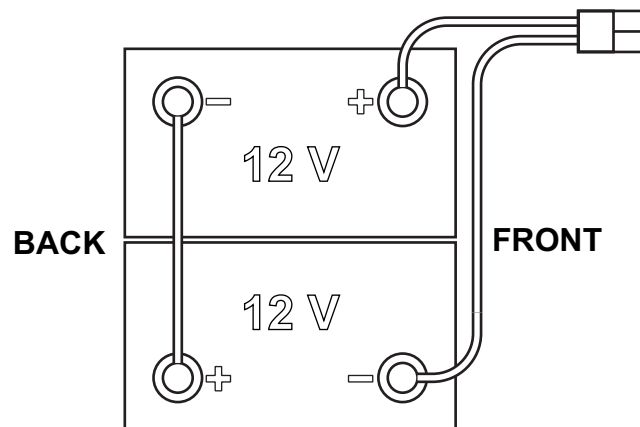

Figura 1
A máquina requer 2 baterias de 12 V, ligadas conforme o diagrama indicado na Figura 1.
1. Retire a chave do operador (41).
2. Desligue o conector das baterias premindo o botão de emergência (5).
3. Levante a tampa (18) e verifique se o reservatório da água de recuperação (17) está vazio. Caso contrário, esvazie-o através do tubo de descarga (26).
4. Feche a tampa (18).
5. Segure a pega (35) e levante o grupo reservatório da água de recuperação (17) com cuidado.
8. Posicione e instale os cabos das baterias conforme o ilustrado no diagrama da Figura 1. De seguida, aperte com atenção a porca em cada terminal das baterias.
9. Posicione o capuz de proteção sobre cada um dos terminais. De seguida, ligue o conector das baterias (6).
10. Desengate a haste de suporte (36), segure na pega (35) e, com cuidado, baixe o grupo reservatório da água de recuperação (17).